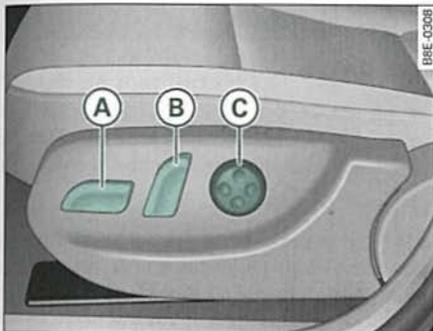
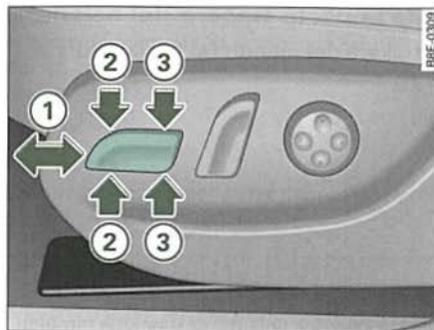

Fig. 89 Asiento delantero: Mandos para el ajuste
Fig. 90 Asiento delantero: Mandos para el ajuste de los asientos
- Desplace el mando (A) ⇒ fig. 89 hacia adelante o hacia atrás ① ⇒ fig. 90 ⇒ ⚠.
- Pulse el conmutador (B) en la correspondiente dirección de la flecha ⇒ *página 95*, fig. 89 para modificar la posición del respaldo ⇒ .
- Pulse la parte delantera o bien trasera de la placa reguladora (C) ⇒ *página 95*, fig. 89 para modificar el arqueamiento.